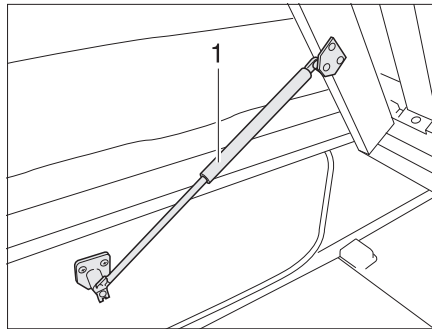

Bild 131 Festes Bett
- Lattenrost anheben. Die Gasdruck-Federn (Bild 131,1) halten den Lattenrost in geöffneter Stellung.